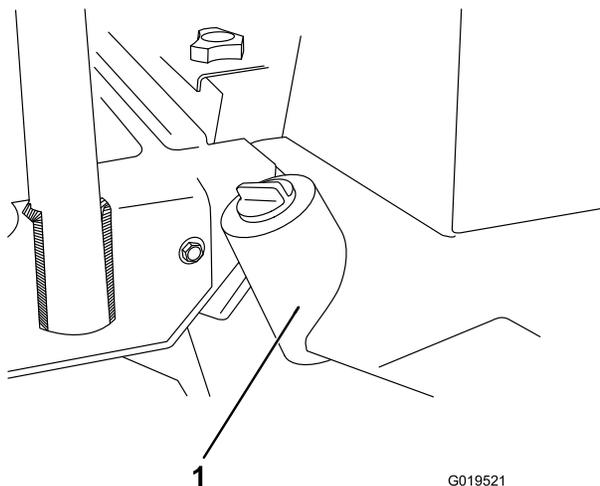

図 74
2. タンクの底についているドレンプラグ（図 74）を外して油圧オイルを容器に受ける。オイルが全部流れ出たらプラグを元通りに取り付ける。